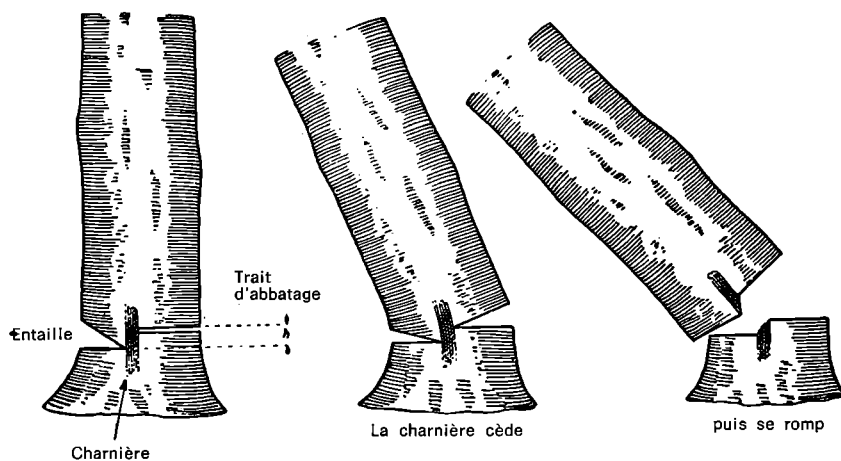

Fig. 1
- Commencer la coupe sur le côté opposé où l'on veut que l'arbre tombe fig. 1.